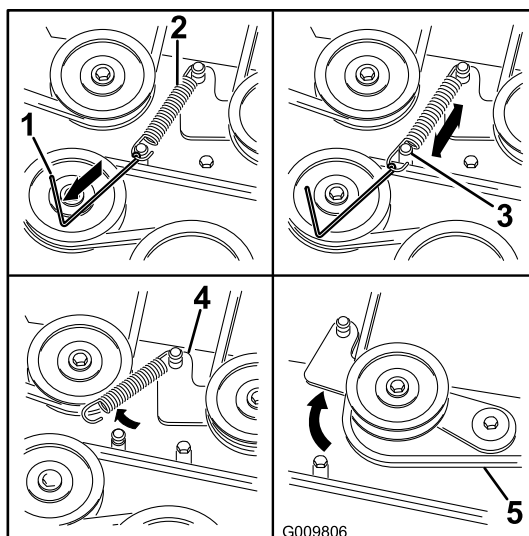

Figure 63
7. À l'aide d'un outil de dépose de ressort (réf. Toro 92-5771), décrochez le ressort de l'ergot sur le plateau pour éliminer la tension sur la poulie de tension (Figure 63).
10. Acheminez la courroie neuve autour des poulies du plateau de coupe et de la poulie d'embrayage, sous le moteur (Figure 63).
11. À l'aide d'un outil de dépose de ressort (réf. Toro 92-5771), accrochez le ressort à l'ergot sur le plateau pour tendre la poulie de tension et la courroie de plateau de coupe (Figure 63).